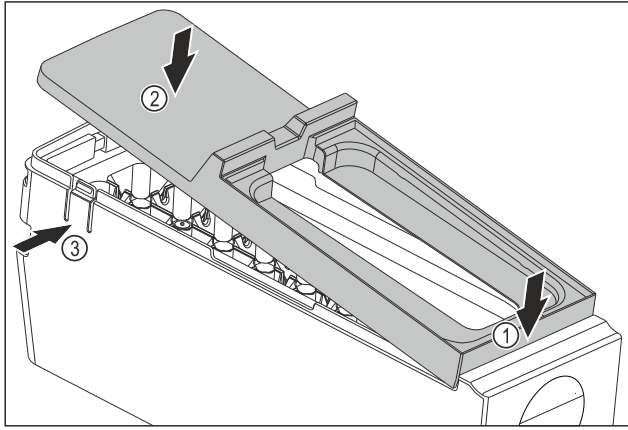

Fig. 77
- ▶ Montare la copertura del corpo dell'EasyTwist-Ice: Applicare la copertura sul davanti. Fig. 77 (1)
- ▶ Abbassare la copertura sul retro. Fig. 77 (2)
- ▷ La copertura si innesta in entrambe le linguette Fig. 77 (3) in modo udibile.